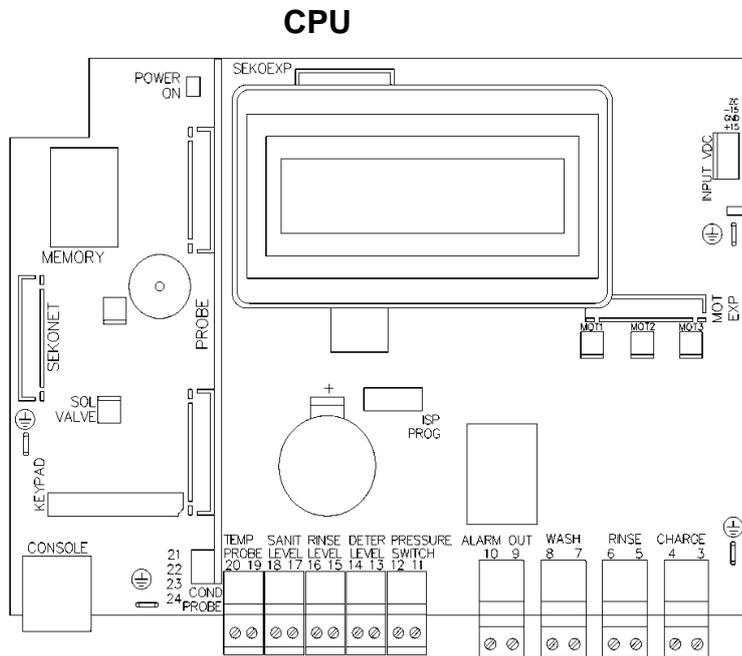

Abb. 4
**☞ Kontrollieren Sie mit einem Vielfachmessgerät alle elektrischen Anschlüsse für das TWINDOSE 40 EVO beziehungsweise das TWINDOSE 40 PLUS EVO Gerät. Der Anschluss an eine falsche Spannung kann einen dauerhaften Schaden am Gerät verursachen, der von der Garantie nicht gedeckt wird. Vermeiden Sie den Anschluss an Punkten, wo Spannungsschwankungen und / oder Stromspitzen zu erwarten sind. Beachten Sie stets das Anschlusschema (Abb. 4) dieses Handbuchs.**